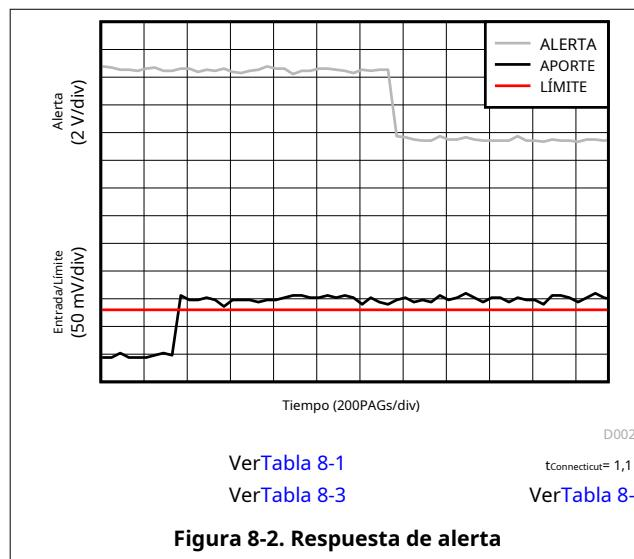
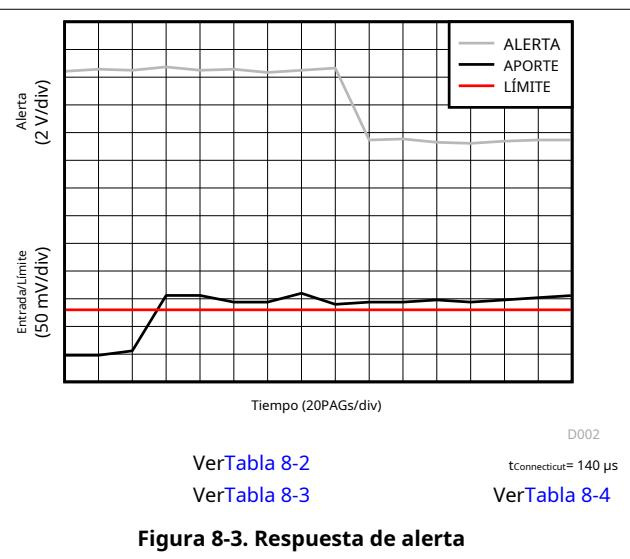

Figura 8-2. Respuesta de alerta
Figura 8-3. Respuesta de alerta
**Figura 8-2** muestra la respuesta del pin de alerta a una tensión de derivación superior al límite de 80 mV durante un tiempo de conversión (*t*) de 1,1 ms y con un promedio establecido en 1. **Figura 8-3** muestra la respuesta para el mismo límite pero con el tiempo de conversión reducido a 140 µs.
Tabla 8-1. Registro de configuración (00h) Ajustes para Figura 8-2 (Valor = 4025h)
Tabla 8-2. Registro de configuración (00h) Ajustes para Figura 8-3 (Valor = 4005h)
Tabla 8-3. Configuración de máscara/registro de habilitación (06h) para Figura 8-2 y Figura 8-3 (Valor = 8000h)
Tabla 8-4. Alert Límite Configuración de registro (07h) para Figura 8-2 y Figura 8-3 (Valor = 7D00)